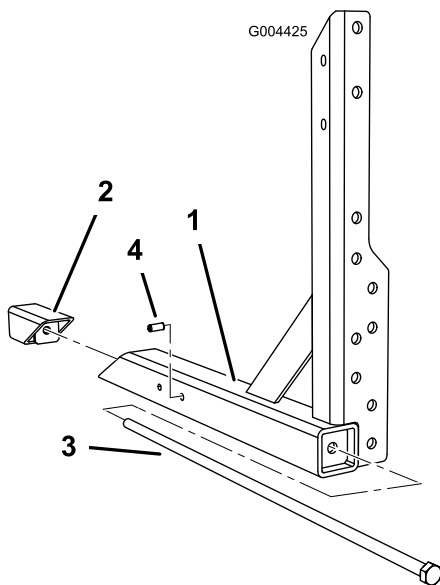

Figura 6
1. Monte o parafuso da estrutura através do poste e na cunha da estrutura (Figura 6).
2. Para pulverizadores de relva 5700, instale um pino de segurança no orifício exterior, mais perto do apoio de ângulo (Figura 6).